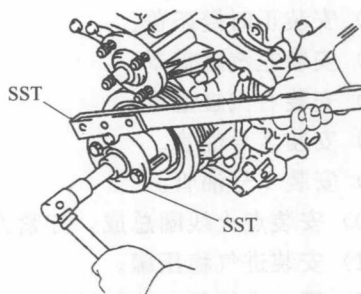

图 1-25 安装曲轴传动带轮螺栓
③ 用 15 个螺栓和 2 个螺母安装 2 号机油盘。分几步均匀地拧紧螺栓和螺母, 拧紧力矩为 $10\text{N} \cdot \text{m}$ 。
- (15) 用 SST 安装曲轴传动带轮螺栓, 如图 1-25 所示, 拧紧力矩为 $250\text{N} \cdot \text{m}$ 。
- (16) 安装进水口。